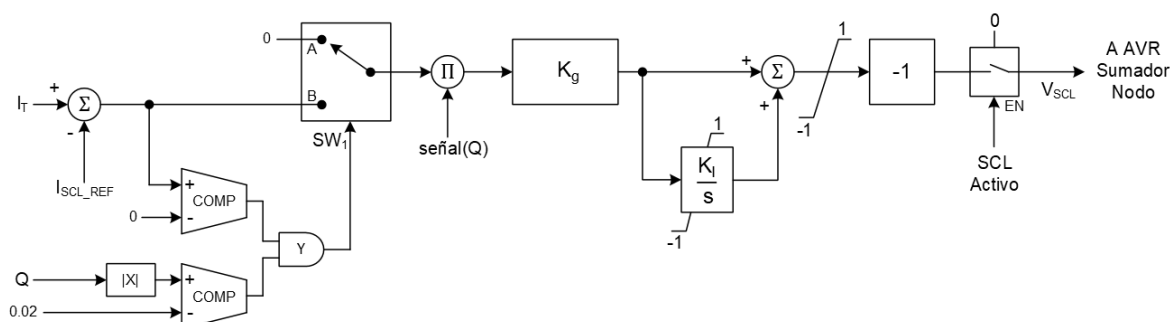

Figura 33-17. Diagrama de Bloques del Limitador de Corriente del Estátor por Unidad
El limitador de corriente del estátor (SCL) modifica el nivel de excitación en función de si VAR está siendo absorbido (anticipado) o exportado (retrasado) por la máquina síncrona. Figura 33-17 muestra el modelo del limitador de corriente del estátor. SCL constituye el bucle externo y el regulador de voltaje constituye el bucle interno. El controlador tipo PI se utiliza para lograr una respuesta deseada. La señal (Q) se define como positiva (+1) para sobreexcitación y negativo (-1) para condición de subexcitación. Este limitador puede modelarse como un modelo tipo SCL1C.